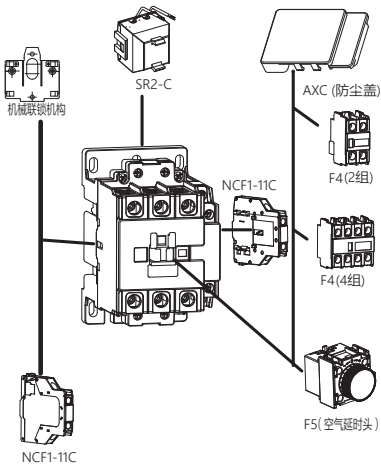

图5-1 产品配件组装示意图
7.2 产品配件组装示意图5-1 ~ 5-7；产品安装示意图6。